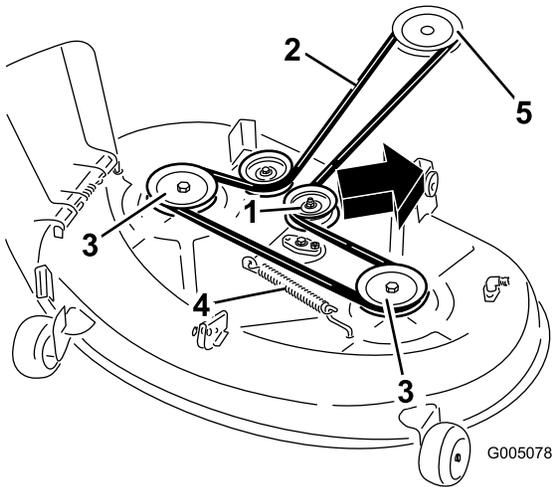

Bild 45
- Ziehen Sie die Spannscheibe in die in Bild 45 angegebene Richtung und rollen den Riemen von den Scheiben ab.
- Legen Sie den neuen Riemen um die Motor- und Mähwerkspannscheiben (Bild 45).
- Ziehen Sie die Spannscheibe in die in Bild 45 angegebene Richtung und verlegen den Riemen um die andere Spannscheibe (Bild 45).